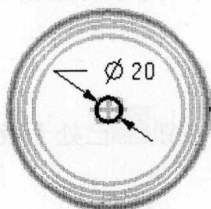
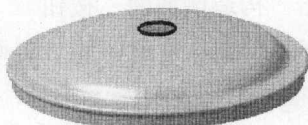

图 1.10 草图 2
图 1.11 创建钣金除料特征
Step8. 创建图 1.10 所示的草图 2。
(1) 选择下拉菜单 **插入(S) → 草图(S)** 命令（或单击  按钮），进入草图环境。
(2) 定义草绘平面。单击“草图生成器”工具条中的  按钮，选取 XC-YC 平面为草绘平面，单击  按钮。
(3) 绘制图 1.10 所示的草图 2。
(4) 选择下拉菜单 **草图(S) → 完成草图(F)** 命令（或单击  按钮），退出草图环境，系统回到建模环境。
Step9. 创建图 1.11 所示的钣金除料特征。